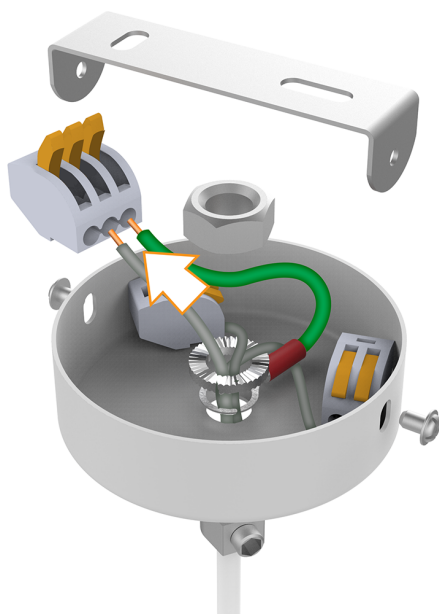

Рис.3
6. Подвести выведенный провод к питающей сети через потолочную чашу, предварительно заземлив ее, см. Рисунок 3;